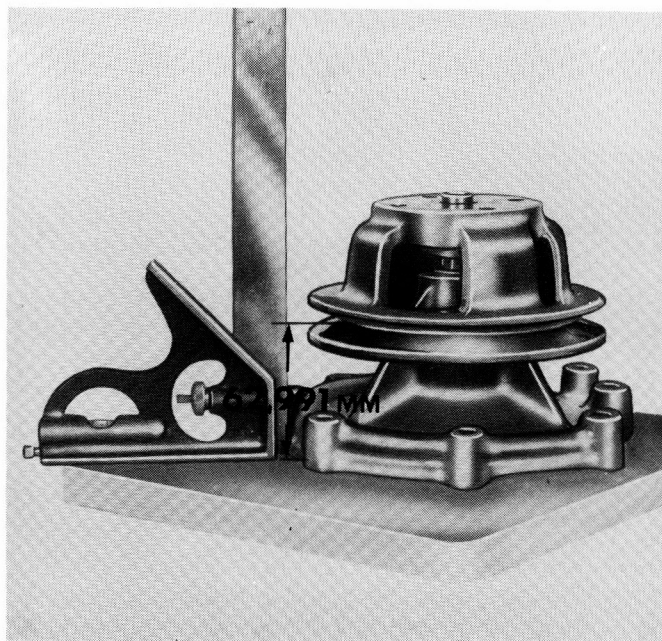

FIGURE 90 : Position correcte de la poulie de pompe à eau.
5. Emmancher à la presse la poulie sur l'arbre (Figure 89). Enfoncer la poulie jusqu'à la cote indiquée Figure 90. Cette cote se mesure entre la face arrière du couvercle avant de la pompe et le centre de la gorge trapézoïdale de la poulie. Après mon-